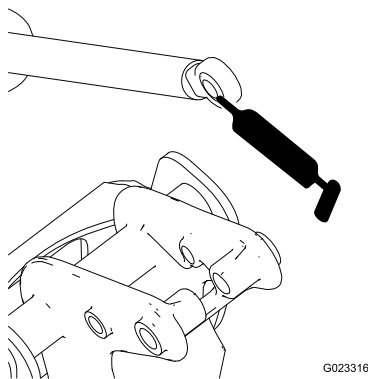

Figura 19
6. Manipule a extremidade do rolamento da barra do accionador e aplique massa lubrificante no rolamento (Figura 19).